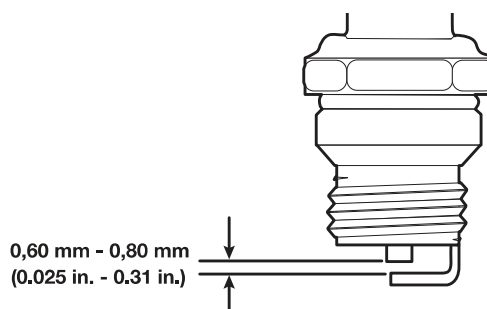

Fig. 25
4. Con un calibrador de verificación de piezas fije el espacio de aire entre 0.6 mm y 0.8 mm (0.025 pulg. - 0.31 pulg.) (Fig. 25).